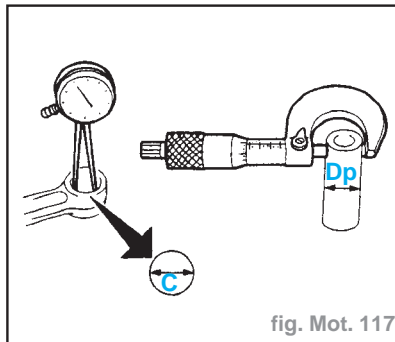

fig. Mot. 117
- Mesurer le diamètre intérieur "C" de la bague (fig. Mot. 117).